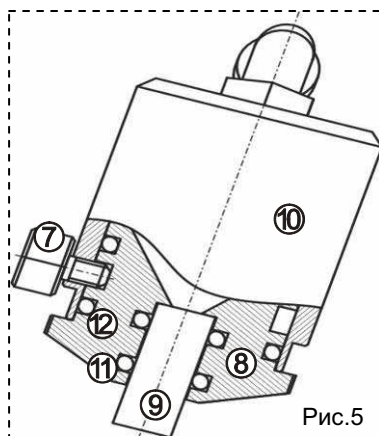

Рис.5
- **замена сопла** (рис.5) - ослабить стопорный винт (7), вынуть носовую втулку (8), вытянуть изношенное сопло (9), слегка поворачивая его вокруг своей оси. Продуть сжатым воздухом уплотнительные кольца (11 и 12) и сопрягаемые с ними поверхности. Установить до упора новое сопло во втулку и втулку в корпус (10) СП. Закрыть стопорный винт (7).